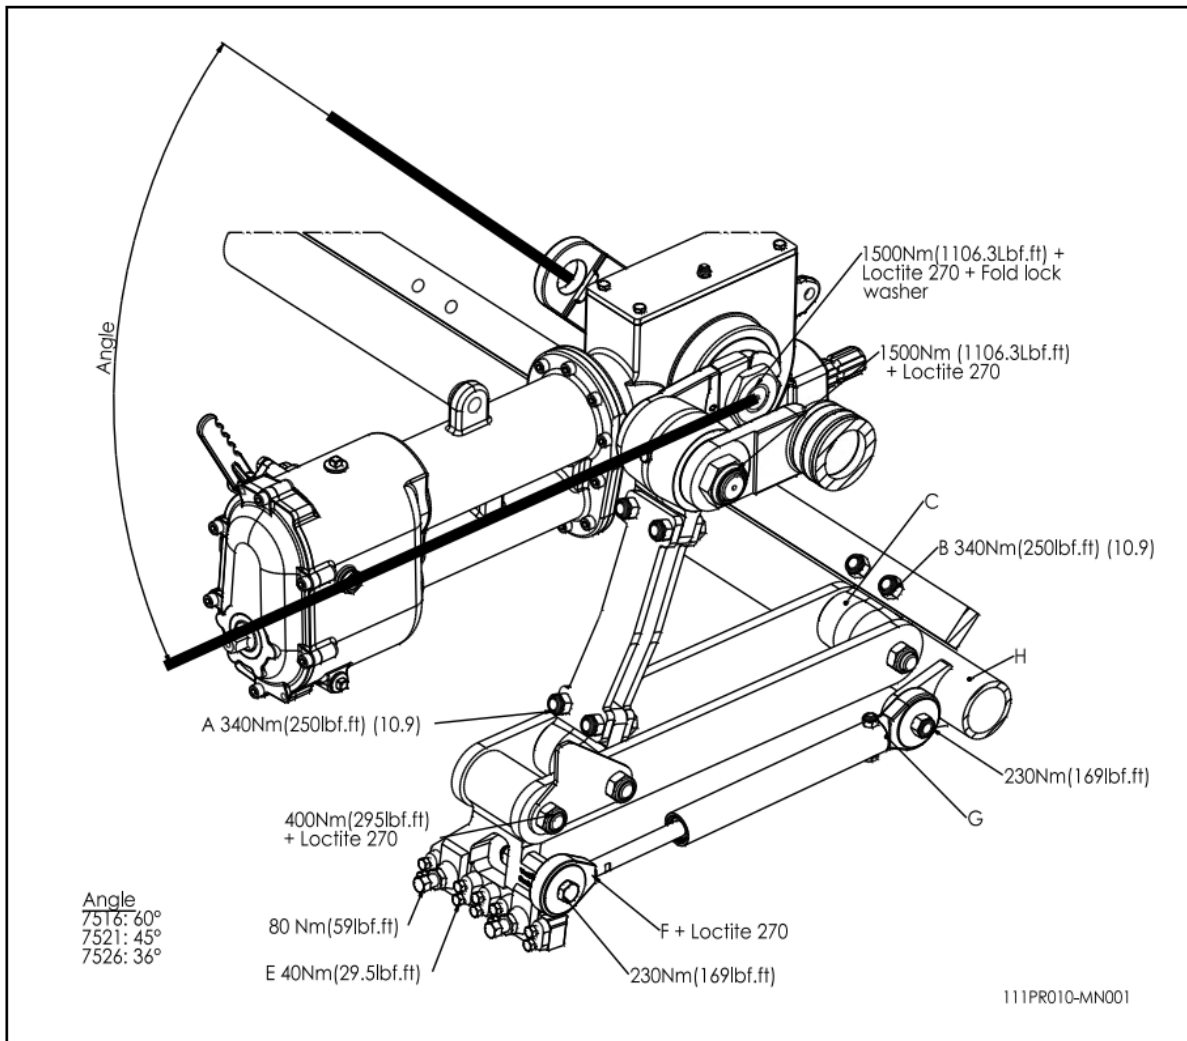

Fig.8
Vous trouverez à la figure 8 les couples de serrage des boulons / écrous principaux. Vérifiez que les boulons et les écrous dont les couples ne sont pas mentionnés soient serrés de la même manière que les boulons ou écrous similaires. Si les boulons et les écrous deviennent lâches, vous pouvez utiliser de la loctite pour les refixer.
6. Après avoir réinstallé la manivelle et/ou le palier, remettez les pièces en place en respectant l'ordre selon lequel vous les avez démontées. Utilisez de la loctite là où cela est indiqué sur la figure 8.